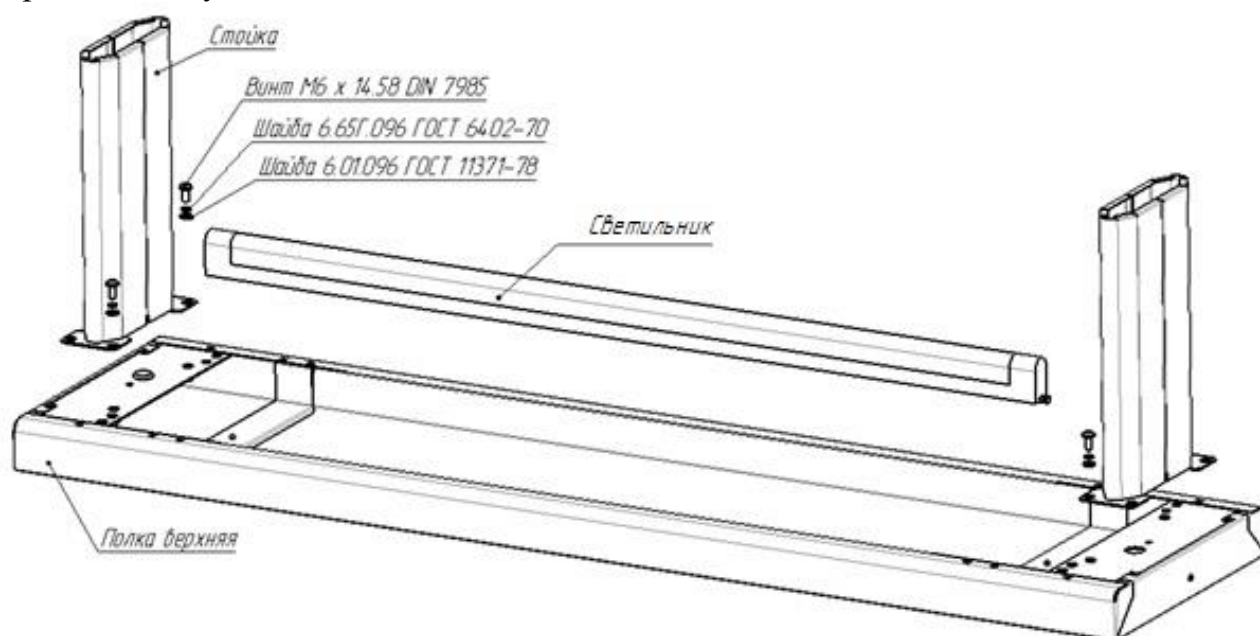

рис. 3.1
- Закрепить стойки винтами М6, закрепить светильник винтами М3 на кронштейнах полки (см. рис. 3.1).